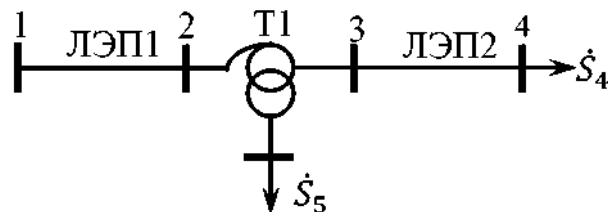

Рис.1.5. Исходная схема сети
**Задача 1.** Составить схему замещения электрической сети (рис. 1.5). Исходные данные: ЛЭП1 длиной 160 км выполнена проводом 2АС-300х2, номинальное напряжение 330 кВ; ЛЭП2 длиной 90 км выполнена проводом 4 АС-300, номинальное напряжение 220 кВ; Т1 — автотрансформатор 3АТДЦТН-240000/330/220; мощности нагрузок  $P_4 = 400$  МВт,  $P_5 = 50$  МВт,  $\cos \phi = 0,9$ .
**Задача 1.** Привести параметры сети, изображенной на рис. 1.5, к одной ступени напряжения.